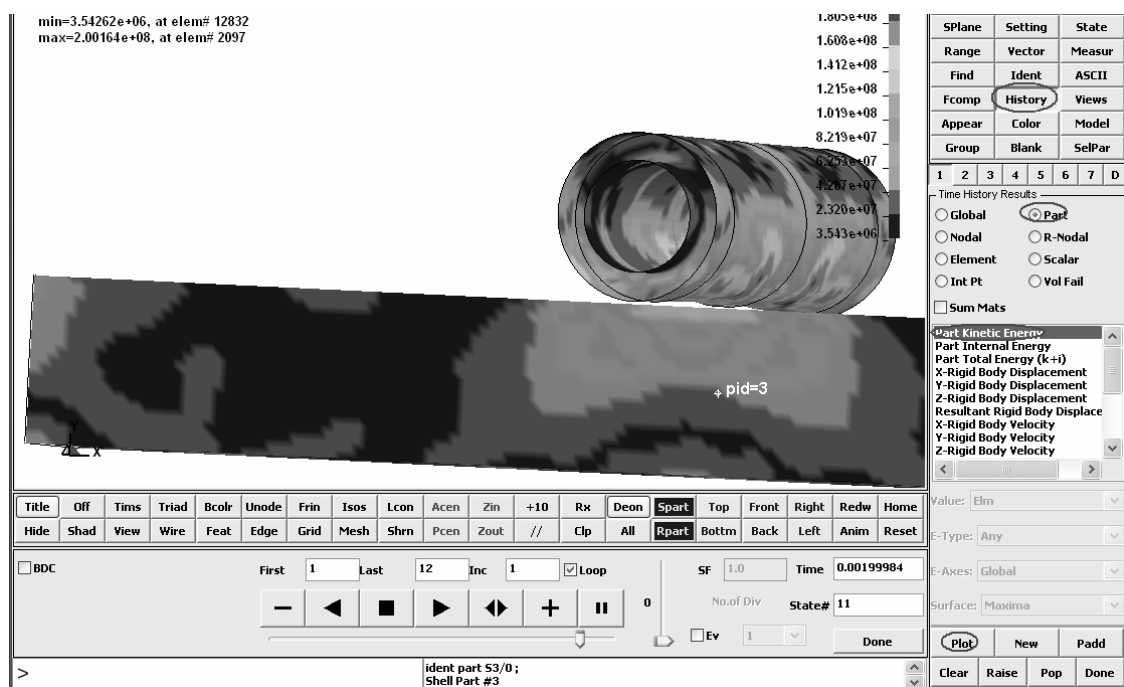
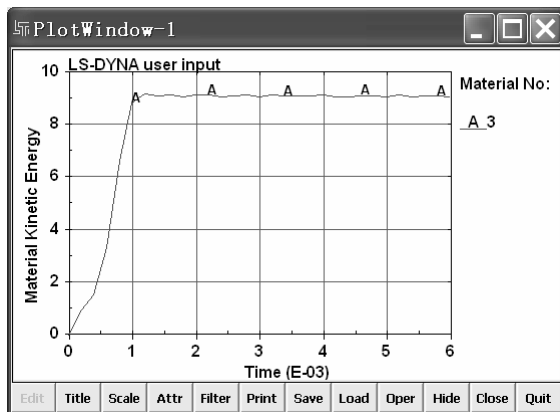

图 8-28 提取 Part 的动能
图 8-29 “PlotWindow-1”窗口，被选 Part 的动能随时间的变化
(3) 如图 8-28 所示，用鼠标左键单击打开 “History”，再选中 “Part” 前面的单选框，继续单击选中 “Part Kinetic Energy”，用鼠标左键单击一下图形窗口中的方管（方管被单击后，其边沿变亮，表示方管被选中），然后单击 “Plot” 按钮，弹出 “PlotWindow-1” 窗口（见图 8-29）。
(4) 图 8-29 表示被选中的 Part 的动能随时间的变化。用相似的操作可以提取其他随时间变化的信息。